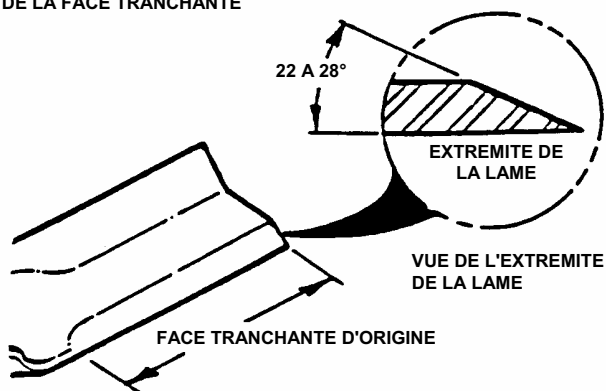

FIGURE 4.4
4. Affûtez la lame sur une meuleuse en respectant un angle d'attaque compris entre 22 et 28 degrés. N'ALLEZ PAS au-delà de la face tranchante. Voir figure 4.4.